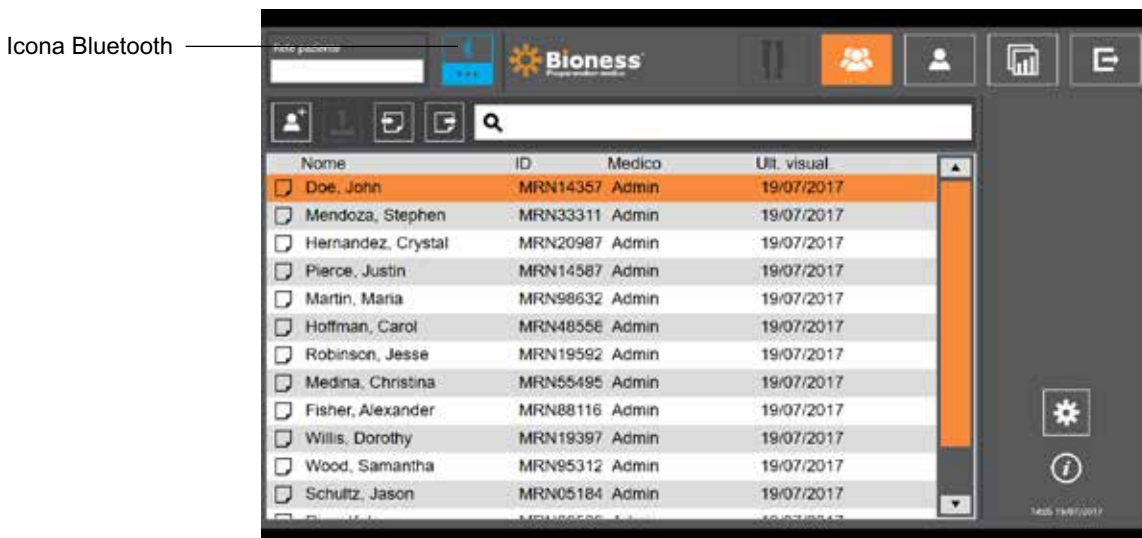

Figura 9-0 - Icona Bluetooth®
3. Viene visualizzata la schermata del database pazienti. Premere l'icona Bluetooth® sulla barra di navigazione Vedere la Figura 9-0.